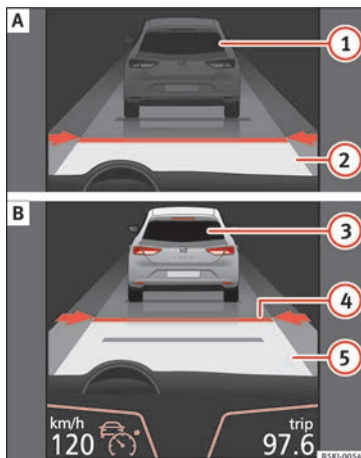
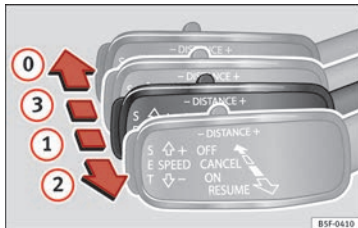
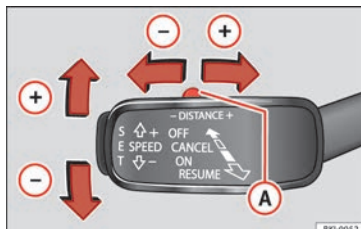

Bild 194 På instrumentpanelens display: (A) ACC inaktiv (standby). (B) ACC aktiv.
Bild 196 Till vänster om rattstäng: Tredje spaken för användning av den adaptiva farthållaren.
Bild 197 Till vänster om rattstäng: Tredje spaken för användning av den adaptiva farthållaren.
Indikationer på displayen » bild 194:
Om ACC har kopplats in, lyser den gröna lampan (☺) på instrumentpanelen och den programmerade hastigheten och statusen för ACC visas » **bild 194**.
När du kör, trycker du på knappen **SET** » **bild 197** för att ställa in den aktuella hastigheten som bilens hastighet och aktivera ACC. Om du vill öka eller minska hastigheten med intervall på 1 km/h flyttar du spaken till läge ② » **bild 196** eller trycker på knappen **SET**.
Den inställda hastigheten kan valbart ändras när bilen stannas eller under körning. Varje ändring av den programmerade hastigheten visas på den nedre vänstra delen av instrumentpanelens display » **bild 194**.
För att minska/öka avståndet en nivå, tryck på vippknappen mot vänster/höger » **bild 197** ①.
- För att aktivera ACC ska du trycka på **SET**-knappen eller flytta den tredje spaken på ACC till läge ② » **bild 196**. Nu kommer bilden på ACC på instrumentpanelens display att växla från *Inaktivt* (Standby) till *Aktivt* läget » **bild 194**.
För att koppla från ACC flyttar du spaken till läge ① » **bild 196** (ilagd). Ett meddelande om att **ACC avaktiverats** visas och funktionen avaktiveras fullständigt.
Om du inte vill koppla från ACC utan växla den till inaktivt läge (standby) tillfälligt flyttar du den tredje spaken till läge ③ » **bild 196** eller trampar ned bromspedalen.